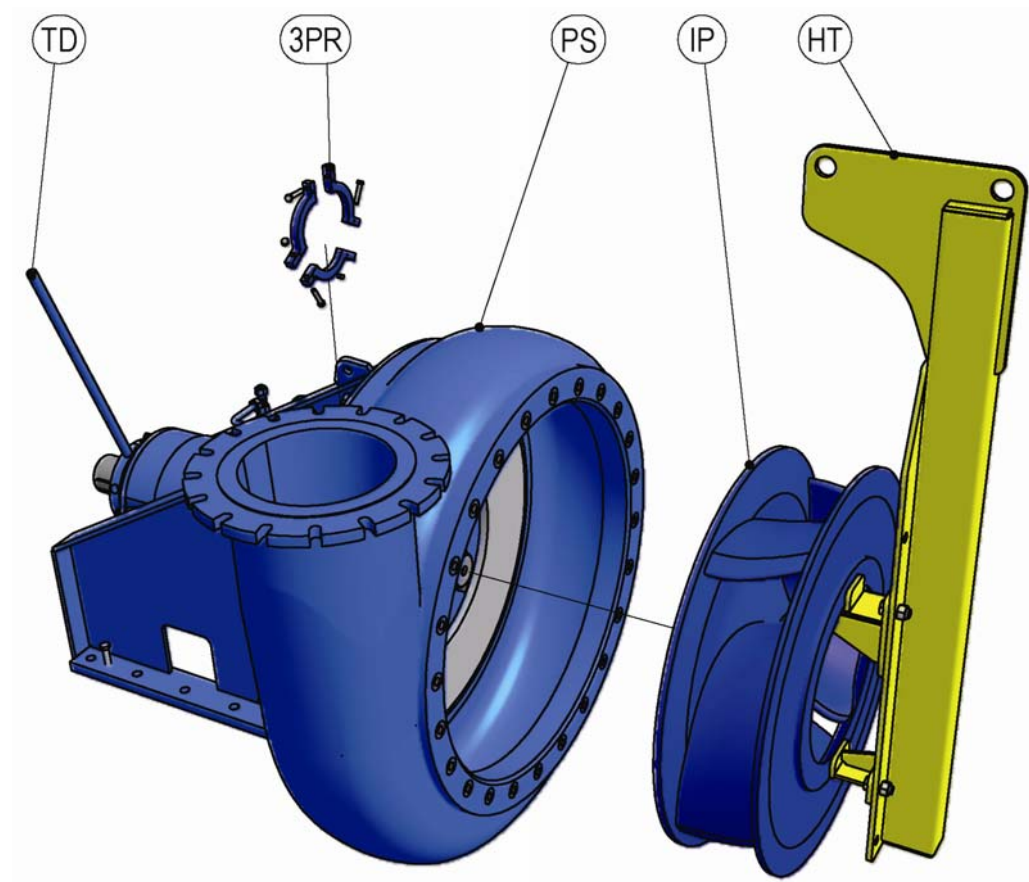

Figure 8 Démontage du rouet
1. Soutenez le poids du rouet (IP, voir Figure 8) à l'aide de l'outil de levage (HT). Pour les poids et les dimensions, se reporter à l'Annexe 1: "Données techniques" à la page 51.
1. Soulevez le rouet (IP) à l'aide de l'outil de levage (HT) comme indiqué à la Figure 8 à la page 34. Pour les poids et les dimensions, se reporter à l'Annexe 1: "Données techniques" à la page 51.